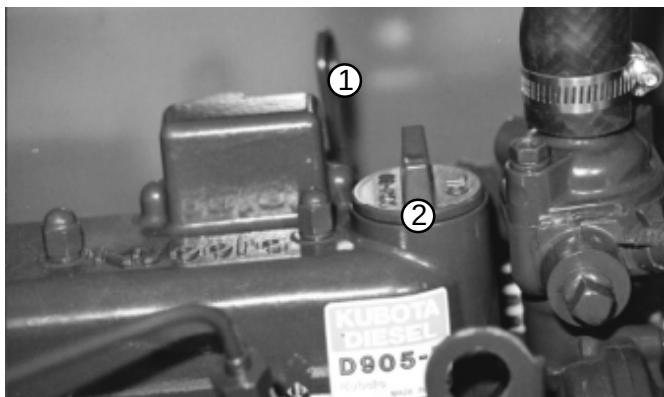

Fig. 7.6 - Motoroljenivå
Oljenivån skall vara mellan markeringarna på oljestickan (1) (se fig. 7.6).
Avståndet mellan markeringarna korresponderar mot (en liter). Fyll, vid behov, på olja genom påfyllningen (2) (se fig 7.6), på toppen av motorn.